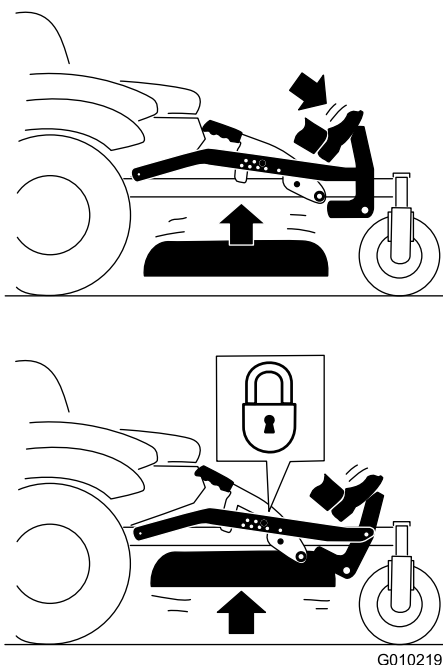

Figura 27
1. Pise el pedal para elevar la carcasa; siga pisando el pedal hasta que la carcasa quede bloqueada en la posición de transporte (Figura 27).